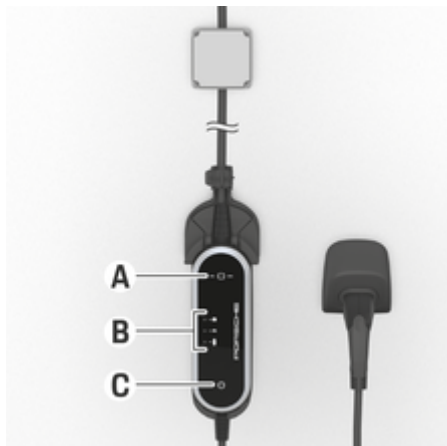

図. 8 コントロールユニット
- ▶ ON/OFF ボタン A (図. 8) を押して、コントロールユニットを ON にします。
故障は、インジケータライト A~C (図. 8) の色、点灯、点滅によって示されます。